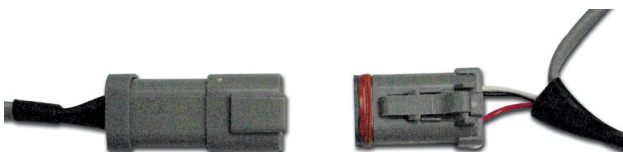

Figure 6
- 1- Branchez la fiche de la console au petit réceptacle du harnais de puissance. Poussez jusqu'à ce qu'il s'enclenche. **(figure 6)**